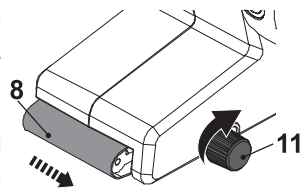

Fig. 4
3. În timp ce banda de șlefuire se rotește, reglați butonul de reglarea urmăririi (7) pentru a alinia banda de șlefuire pe centrul roților (10, 12).
4. Rotiți butonul de reglare a urmăririi (7) în sensul acelor de ceasornic pentru reglarea benzii de șlefuire (8) spre stânga (cum se vede din perspectiva operatorului) (Fig. 4).